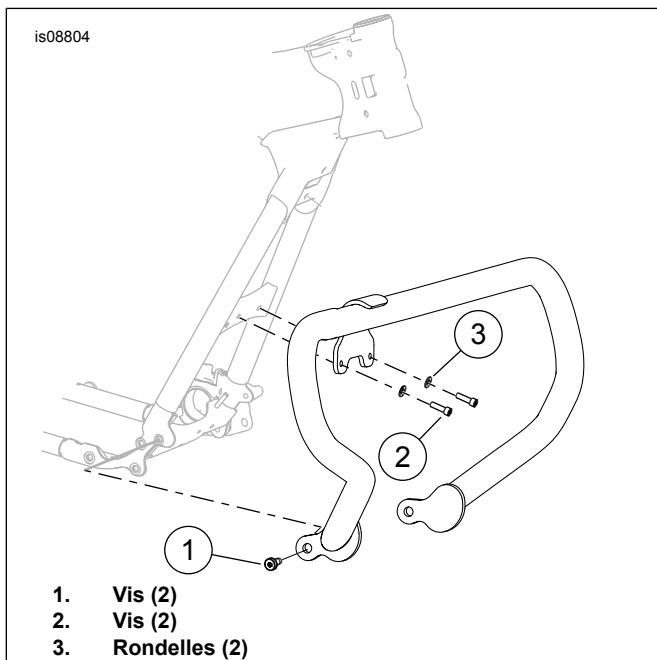

Figure 2. Installation du pare-jambe
1. Consultez Figure 2 . Maintenez le pare-jambe en position et attachez-le sans le serrer à la partie supérieure de la protection à l'aide des nouvelles vis à tête creuse hexagonale (2) et des rondelles plates (3) du kit.